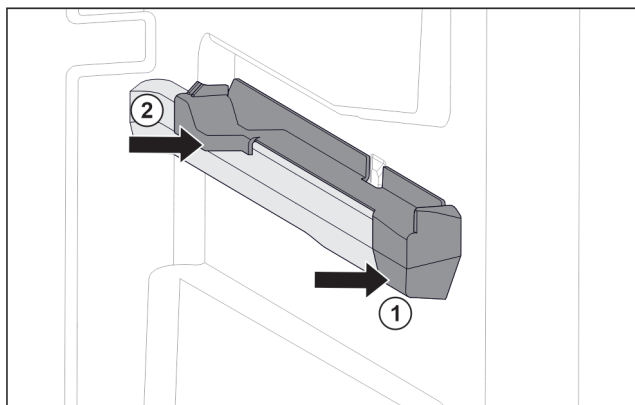

Fig. 131 Elemento inseribile sulla nervatura destra del contenitore
- Posizionare l'elemento inseribile sulla parte anteriore della nervatura del contenitore. Fig. 131 (1)
- Premere l'elemento inseribile sulla parte posteriore. Fig. 131 (2)